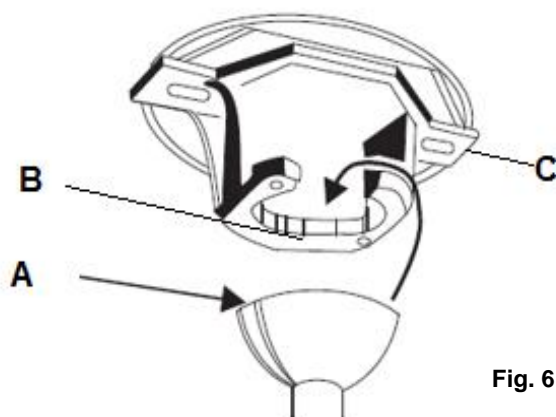

Fig. 6
Avvicinare il ventilatore alla staffa di supporto. Assicurarsi che la fessura (A) del giunto sferico sia posizionata sul perno (B) della staffa di supporto (C), in modo tale da evitare che il ventilatore ruoti quando è in funzione (Fig. 6).